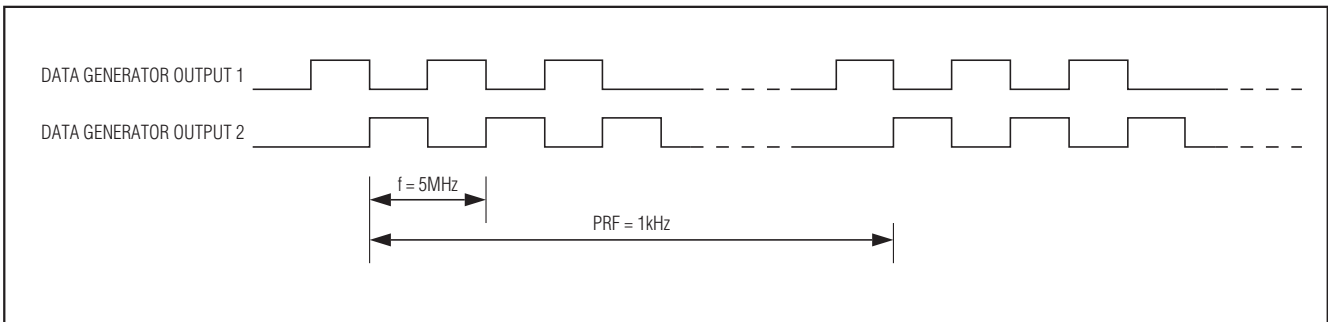

図1. データジェネレータの出力
- 10) データジェネレータを、2つの出力を生成するように設定します。各出力には、パルス反復期間ごとに3つのパルスがあります(図1を参照)。パルス振幅を+3.3Vに設定します。出力をディセーブルします。